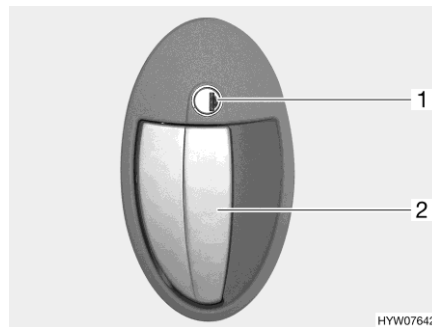

Bild 16 Dörrlås (ingångsdörr utsida)
- Stick in nyckeln i låscylindern (Bild 16,1) och vrid den medurs tills dörrlåset låses upp.
- Drag i dörrhandtaget (Bild 16,2). Dörren är öppen.
- Stick in nyckeln i låscylindern (Bild 16,1) och vrid den moturs tills dörrlåset har låsts.